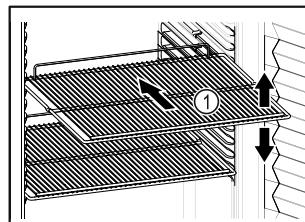

Fig. 61 Приближене відображення решітки для зберігання
- Якщо решітки для зберігання Fig. 61 (1) знімні, відрегулювати по висоті.